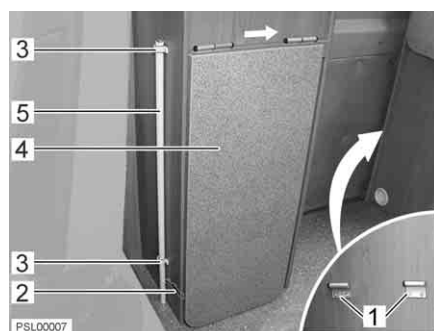
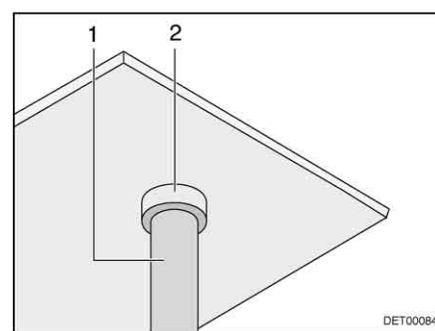

Fig. 20 Table pliante, repliée
Fig. 21 Table pliante, logement du pied
- Desserrer la bande de sécurité (Fig. 20,2) (bouton).
- Tirer le pied (Fig. 20,5) vers le haut pour le faire sortir des supports (Fig. 20,3).
- Rabattre le plateau de table (Fig. 20,4) et le pied (Fig. 21,1) dans le logement (Fig. 21,2).
- Rabattre le plateau de table (Fig. 20,4) un peu vers le haut et le pousser vers l'arrière (Fig. 20, flèche).
- Insérer le plateau de table dans les supports de la paroi arrière du bloc cuisine (Fig. 20,1).
- Placer le pied de table (Fig. 21,1) dans le logement (Fig. 21,2).